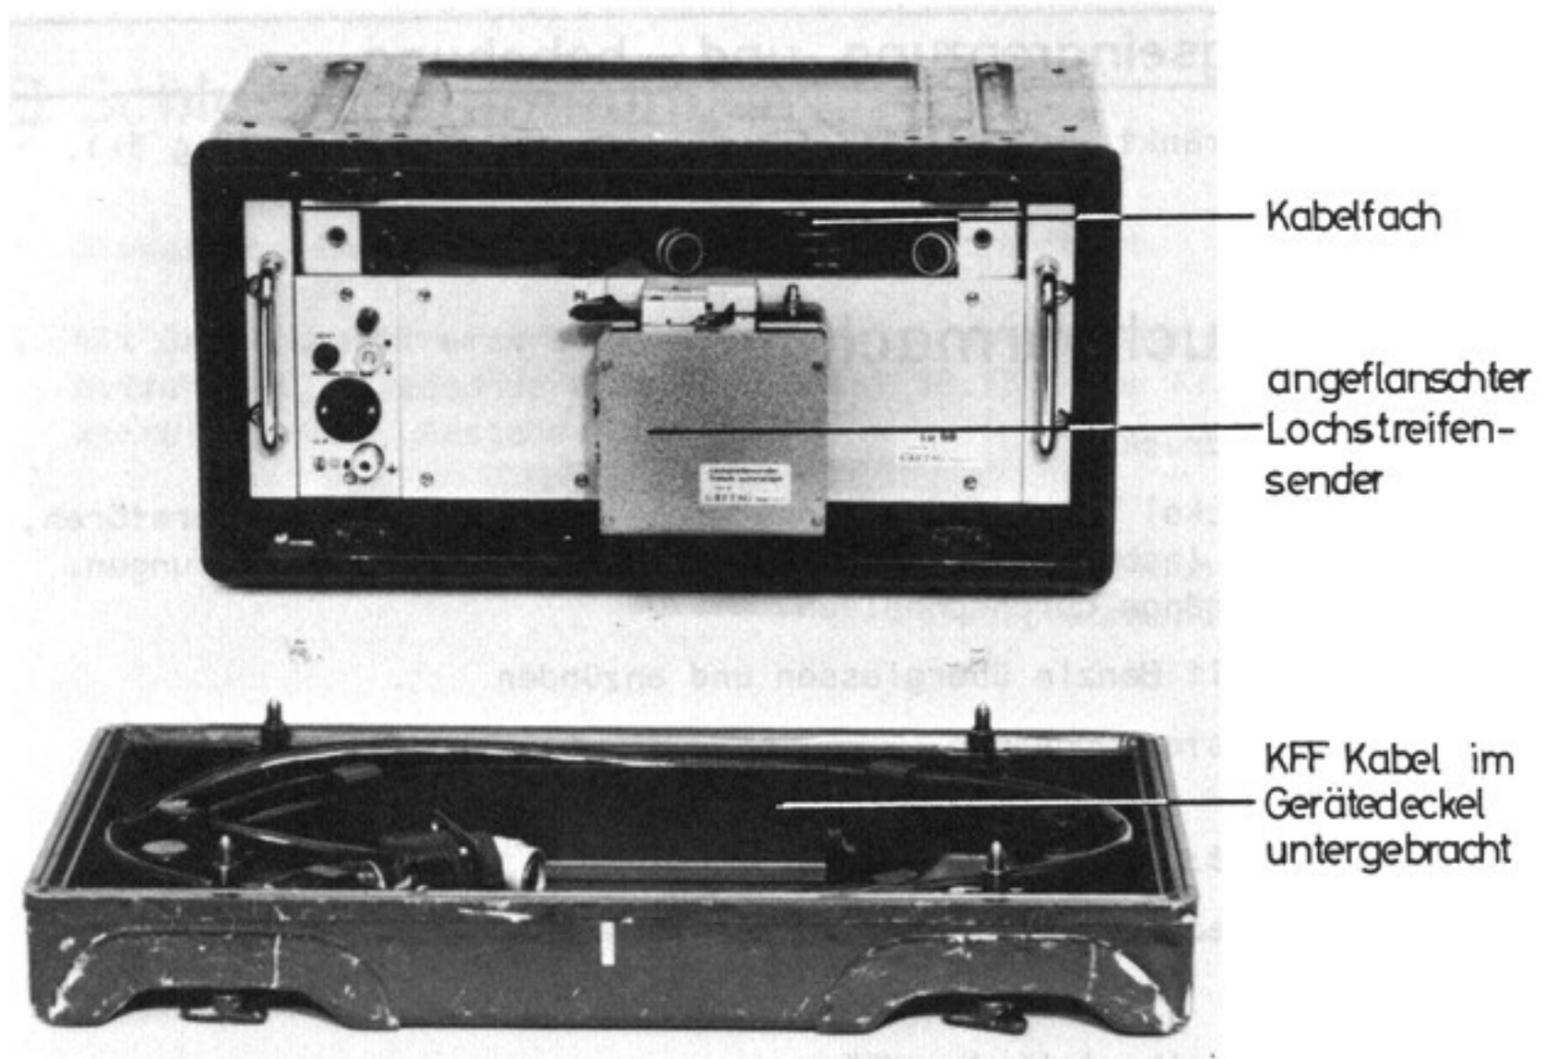

Fig 36
3. Ausserbetriebsetzung (Fig 36)